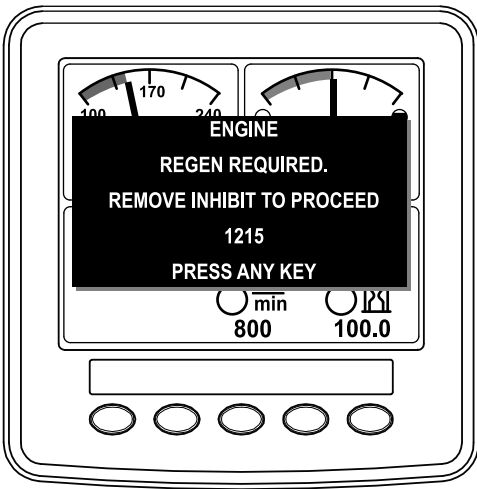

Figura 45
**Nota:** Si INHIBIR REGENERACIÓN está en ACTIVADO, el InfoCenter muestra el AVISO N° 1215 (Figura 45). Pulse cualquier botón para poner Inhibir regeneración